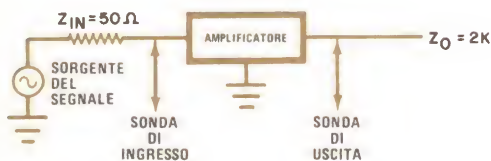

Fig. 3 - La combinazione oscilloscopio-sonda può influenzare l'entità dell'errore nelle misure di fase.
**Errori nella misura della fase** - Quando si eseguono misure, bisogna tenere nel massimo conto l'impedenza della sorgente. Se si desidera ottenere risultati accurati, si deve fare in modo che le impedenze delle sorgenti in corrispondenza dei due punti in cui si effettua la misura siano del medesimo ordine di grandezza. Si consideri, per esempio, il circuito il cui schema elettrico è disegnato nella fig. 3 e si supponga di voler determinare l'effetto di diverse sonde sulla misura della fase del segnale tra l'ingresso e l'uscita dell'amplificatore. L'impedenza della sorgente in corrispondenza dell'ingresso è pari a 50  $\Omega$ , mentre quella della sorgente in corrispondenza dell'uscita è pari a 2 k $\Omega$ .